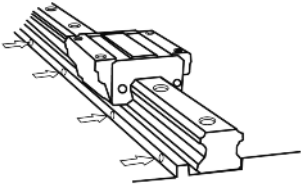

Abb. 5 Anziehen der Anpreßschrauben
3. Die Anpreßschrauben für die THK-Führungsschiene der Reihe nach anziehen, bis enger Kontakt an der seitlichen Montagefläche besteht (Abb.5).